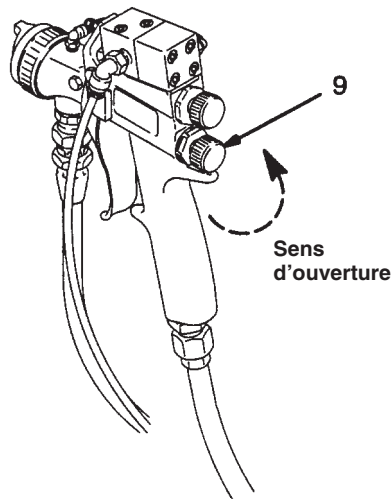

Fig. 7
- A. Avant de commencer, s'assurer que la molette de réglage du débit de produit (9) est en position fermée, puis lui faire faire 4 tours complets dans le sens anti-horaire. Voir la Fig. 7.